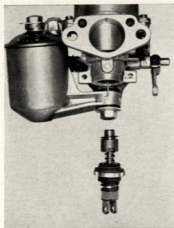

Fig. 12. Dispositif de gicleur assemblé.
3. Placez le gicleur avec les pièces montées conjointement dans le corps de carburateur, voir figure 12. Vissez l'écrou arrêtoir légèrement. Centrez le gicleur selon les instructions du paragraphe suivant et montez ensuite le levier et les autres pièces qui ont été démontées.